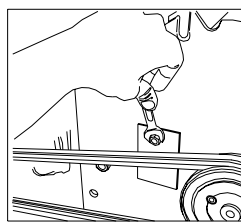

Fig. 17
- Desmontar la platina de cobertura cincada (fig. 17).